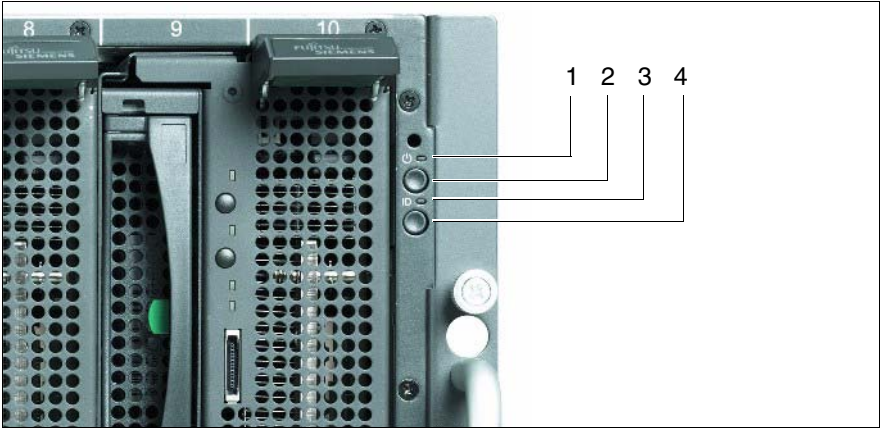

Bild 15: Bedien- und Anzeigeelemente auf der Vorderseite der Basiseinheit
- ▶ Drücken Sie die Ein-/Aus-Taste der Basiseinheit (Position 2 in Bild 15 auf Seite 44) für 2 Sekunden. Je nach BIOS-Einstellung werden auch die einzelnen Server-Blades eingeschaltet. Dies geschieht der Reihe nach entsprechend der Nummerierung der Server-Blade-Slots (siehe Bild 30 auf Seite 67.)
- ▶ Um alle Server-Blades **ordnungsgemäß herunterzufahren**, drücken Sie die Ein-/Aus-Taste der Basiseinheit an der Vorderseite des Systems (Position 2 in Bild 15 auf Seite 44) für 4 Sekunden. Anschließend werden alle Server-Blades heruntergefahren.
- ▶ Um alle Server-Blades **sofort herunterzufahren**, drücken Sie die Ein-/Aus-Taste der Basiseinheit an der Vorderseite des Systems (Position 2 in Bild 15 auf Seite 44) für 10 Sekunden. Alle Server-Blades werden sofort abgeschaltet.